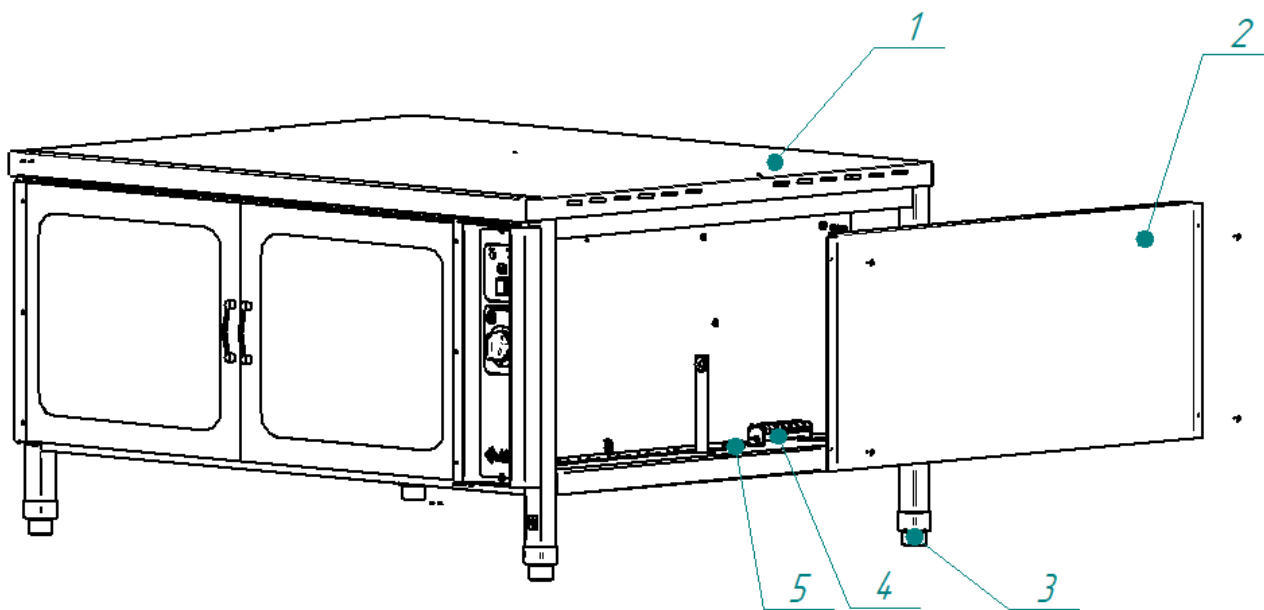

Рис.4 Схема сборки шкафа ШРТ 4-ЭШ-01
После распаковки и проверки комплектации выполнять сборку в следующей последовательности (смотри рис.4):
- снять стенку боковую поз. 2, предварительно открутив 4 самореза (рис. 4);